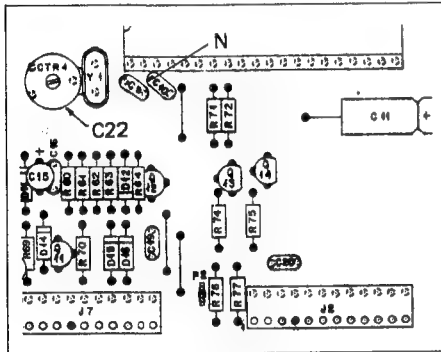

Fig. 3.14
- Frequenzzähler an Testpunkt [N] anschliessen (Fig. 3.14).
- Connect frequency counter to test point [N] (Fig. 3.14).
- Raccordez le fréquencemètre digital au point de test [N] (fig. 3.14).